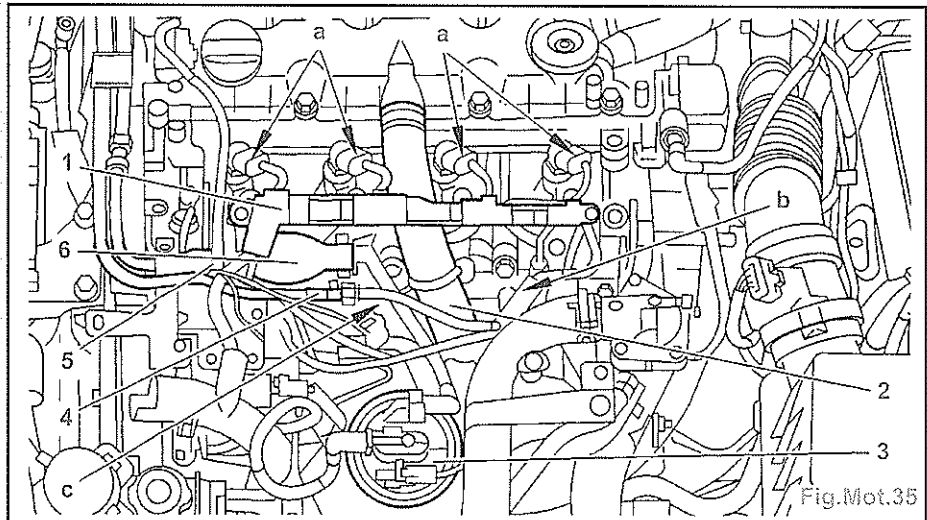

Fig.Mot.35
- Débrancher (Fig.Mot.35) :
- Déposer la pompe d'amorçage (6) avec son support.
- Ecarter la barrette porte faisceau électrique (1).
- Désaccoupler et écarter la durit (2) de réaspiration des vapeurs d'huile.
- Désaccoupler les tubes (4) et (5), et les obturer.
- Ecarter les tubes (4) et (5).
- le filtre à carburant (3) (complet),